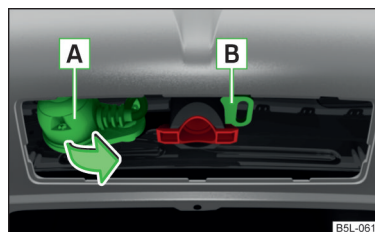

Fig. 153
- Rabatați prizei cu 13 pini **A** în sensul săgeții » fig. 153.
- Introduceți conectorul cablului remorcii în prizei cu 13 poli **A** » fig. 153.
- Desprindeți cablul de tractare din inelul de siguranță **B** » fig. 153.
- Apucați prizei cu 13 pini în zona **A** și rabatați-o spre interior, în sens contrar săgeții » fig. 153.